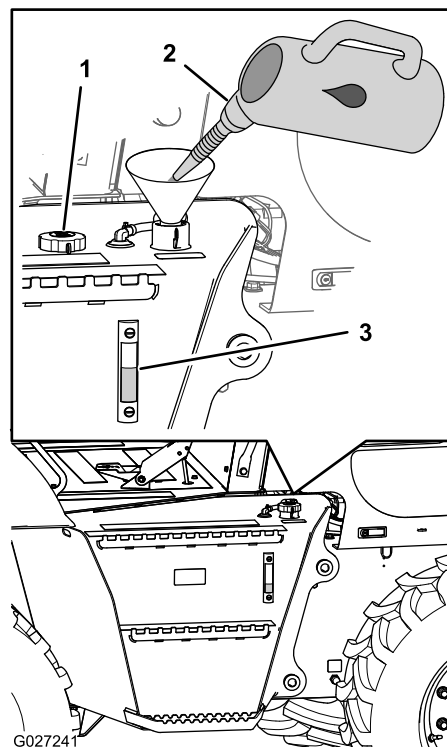

Figure 26
3. Contrôlez le niveau de liquide hydraulique dans le regard de niveau situé sur le côté du réservoir hydraulique (Figure 26).
4. Si le liquide hydraulique n'est pas visible dans le regard, enlevez le bouchon de remplissage (Figure 26), faites l'appoint de liquide hydraulique spécifié jusqu'à ce que le niveau soit à mi-hauteur du regard, puis remettez le bouchon de remplissage en place.